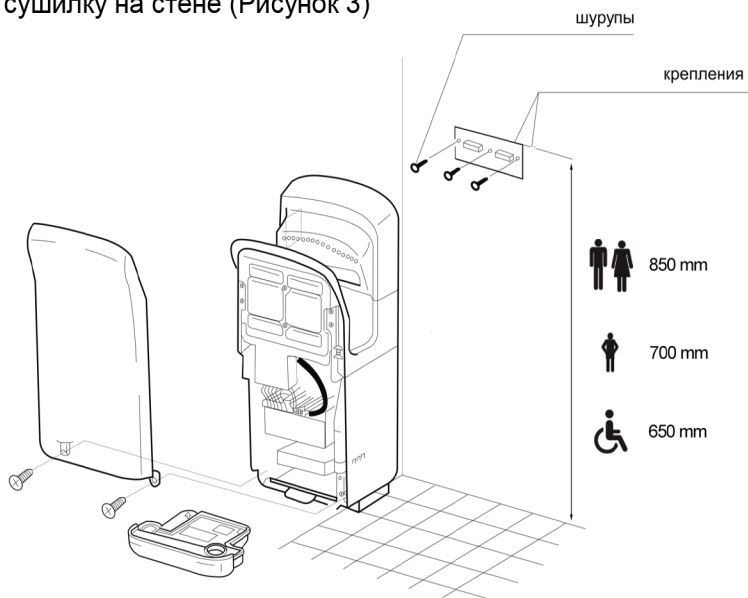

Рисунок 3
3. Закрепите сушилку на стене (Рисунок 3)